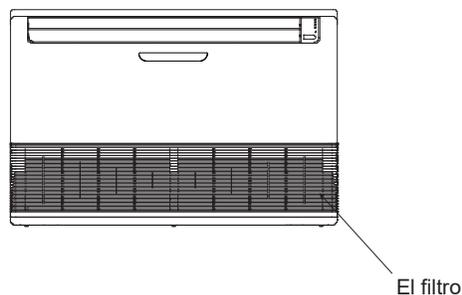

Figura 41
• El filtro se encuentra en la parte inferior de la unidad en la Figura 41.